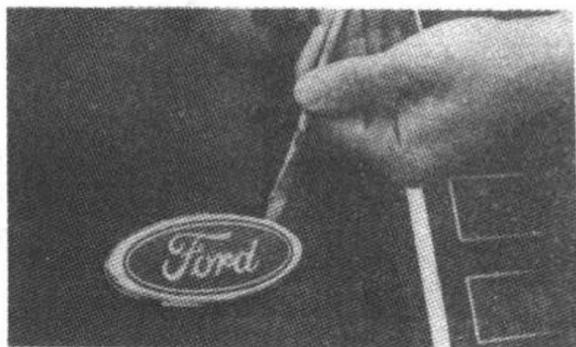

图 1-3 为整修表面作准备经常需要拆卸标牌和铭牌
(1) 卸去风窗刮水器、标牌、铭牌(图 1-3)、后视镜和其它小装饰件。
(2) 用溶剂或脱脂剂擦洗车身表面去除油脂和沥青。
(3) 机械去除和手工打磨任何毛刺及划伤。
(4) 细心地清洁所有表面，用吸尘器和粘性布清除所有的灰尘。
(5) 在汽车进入遮盖场地前，应检查全部表面，肯定其已完全达到清洁。